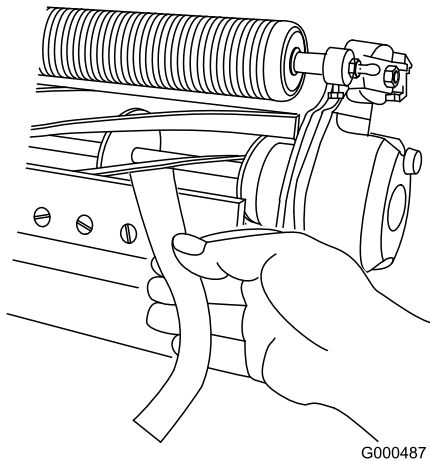

Bild 5
11. Testen Sie die Schnittleistung, indem Sie einen langen Streifen des Schnittleistungspapiers (Toro Bestellnummer 125-5610) senkrecht zum Untermesser zwischen die Spindel und das Untermesser legen (Bild 5). Drehen Sie die Spindel langsam vorwärts; das Papier sollte geschnitten werden